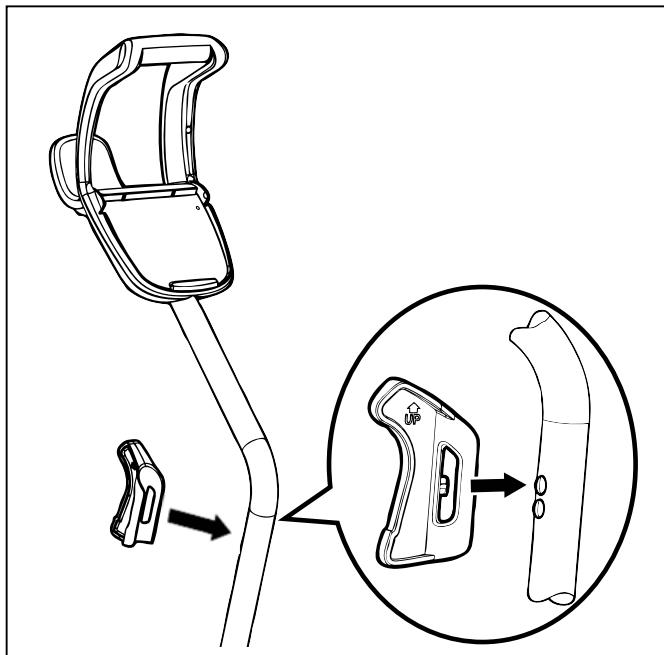

Figura 7. Coloque el gancho del limpiador en su lugar
8. Haga alinear las clavijas del gancho con los agujeros de la parte superior en el tubo de la manija hasta que queden en su sitio (Figura 7).